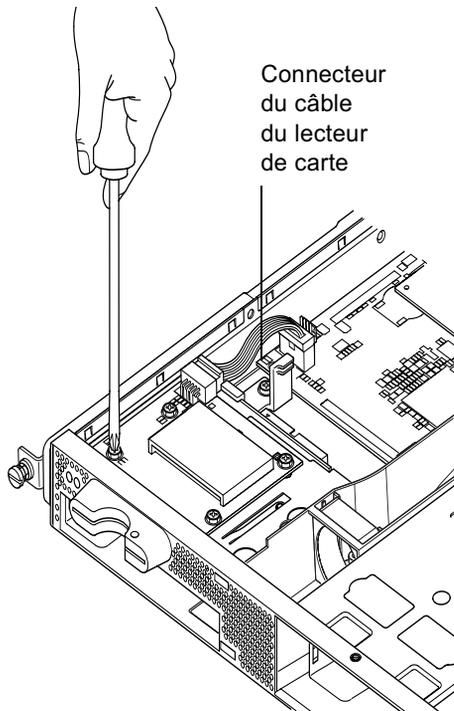

FIGURE 11-2 Suppression du lecteur de carte de configuration système
2. **Une fois que le serveur est ouvert et posé sur un coussin ESD, et que vous portez au poignet un bracelet antistatique correctement relié à la terre, débranchez le câble d'alimentation du connecteur se trouvant sur la carte du lecteur de carte mémoire (voir la FIGURE 11-2).**
3. **Dévissez les vis fixant la carte du lecteur de carte mémoire en haut de la baie du lecteur de CD-ROM (voir la FIGURE 11-2).**